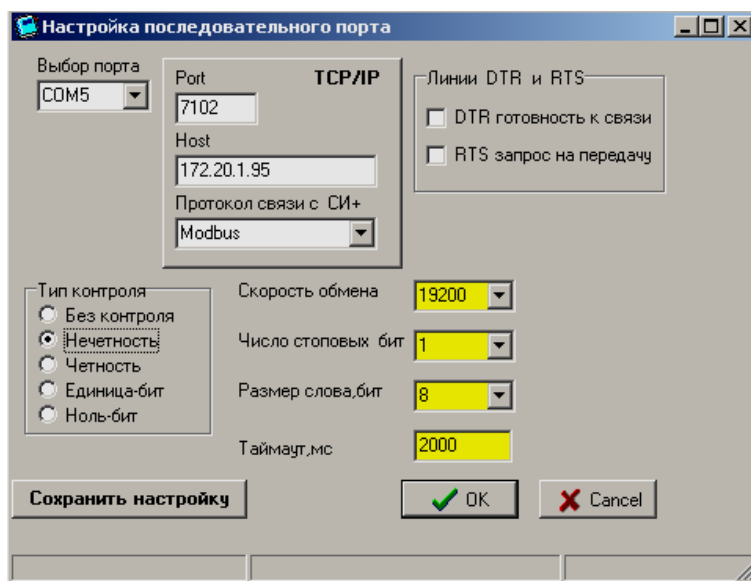

Рисунок 7.58
7.8.1.4 Нажать на кнопку «Настроить» для активации формы «Настройка последовательного канала» (рисунок 7.58). На панели «TCP/IP» установить значение параметра «Port» (при использовании сервера БСР начальное значение равно «7102») и «Host» (IP-адрес сервера в сети, например «172.20.1.95»). Нажать на кнопку «Сохранить настройку». Выйти в начальную форму.
7.8.3.4 Нажать на кнопку «Настроить» для активации формы «Настройка последовательного канала» (рисунок 7.58). На панели «TCP/IP» установить значение параметра «Port» (при использовании сервера БСР начальное значение равно «502») и «Host» (IP-адрес сервера в сети, например «172.20.1.95»). Нажать на кнопку «Сохранить настройку». Выйти в начальную форму.